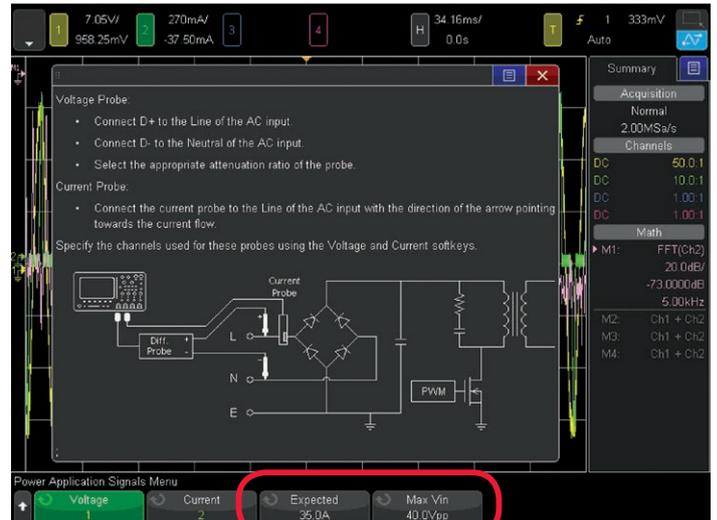

図13: シングルショット突入電流測定での予想突入電流とp-p電源ライン電圧測定時の接続図
4. [Signals]ソフトキーを押します。次に、N2790A電圧プローブを図13の接続図に示すように、オシロスコープのチャンネル1入力から、Line(赤のリード)とNeutral(黒のリード)に接続します。キーサイトのSMPSトレーニングキットを使用する場合は、デモボード上のTP2(赤のリード)とTP1(黒のリード)に接続します。